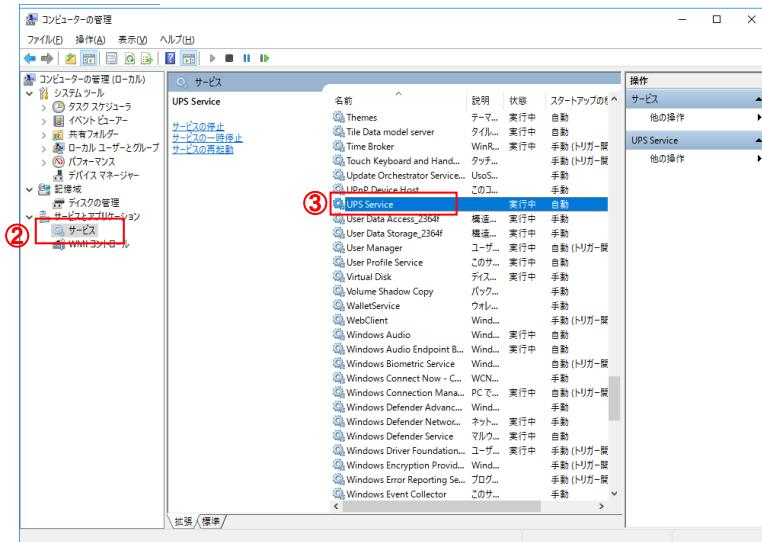

図2-11-4-1. サービスの一覧
- ① コントロールパネルの「管理ツール」をダブルクリックしコンピュータの管理を開きます。
- ② 「サービス」をクリックし、サービスの一覧を開きます。(図2-11-4-1)